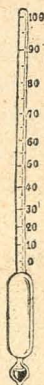

Fig. 39
**6. Graduación del alcoholímetro centesimal de Gay-Lussac.**—Se obtienen mezclas que contengan sucesivamente en volumen 95, 90, 85 partes de alcohol y 5, 10, 15 de agua; se sumerge el instrumento en esas mezclas y se tienen así los puntos principales de la graduación; basta dividir después los espacios intermediarios en 5 partes iguales (fig. 39).